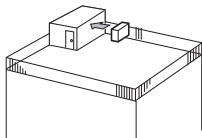

Fig. 2-4
① Orientați gura de evacuare a aerului către cel mai apropiat perete la circa 35 cm distanță față de perete, (Fig. 2-4)